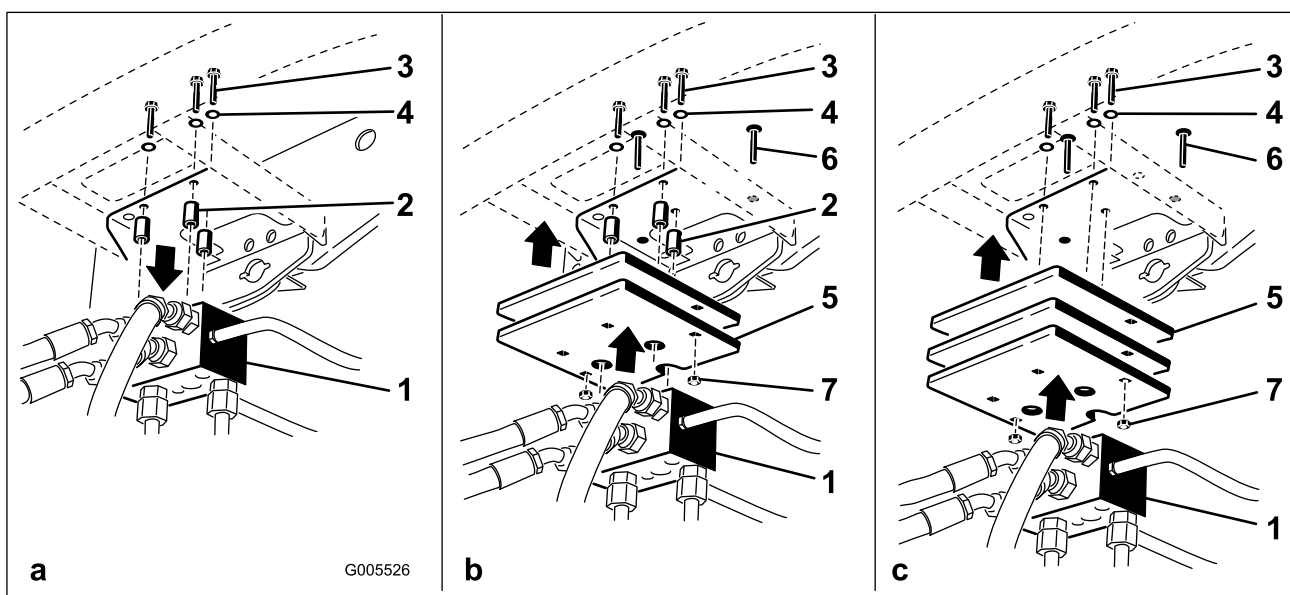

**Figure 14**
**Sur les modèles à 2 roues motrices**, montez le nombre de masses approprié (voir les tableaux des masses) sur ou sous le pare-chocs comme illustré à la Figure 14.